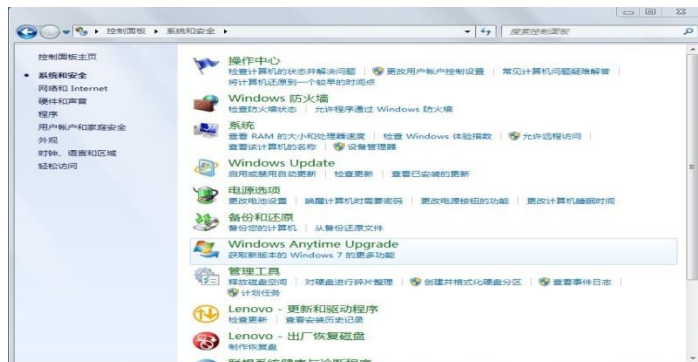

图 2-2
b. 打开设备管理器。控制面板—》系统和安全—》系统 --》设备管理器。出现如下图 2-2 所示对话框: